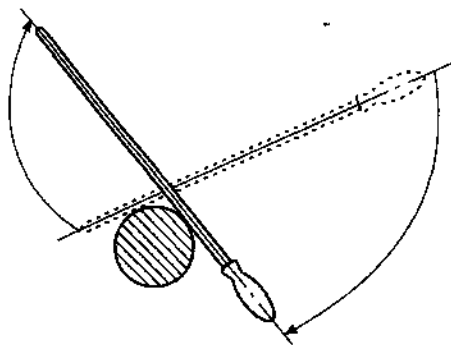

图 4 锉圆柱面时锉刀运动示意图
(1) 锉圆柱面。锉圆柱面时, 锉刀要同时完成两种运动, 即前进运动和锉刀绕圆弧面中心的转动, 如图 4 所示。两手的运动轨迹近似于两条渐开线。如果将方形零件锉成圆柱形, 应先锉棱, 使之变成八角形、十六角形, 然后再用上述方法锉成圆柱形。